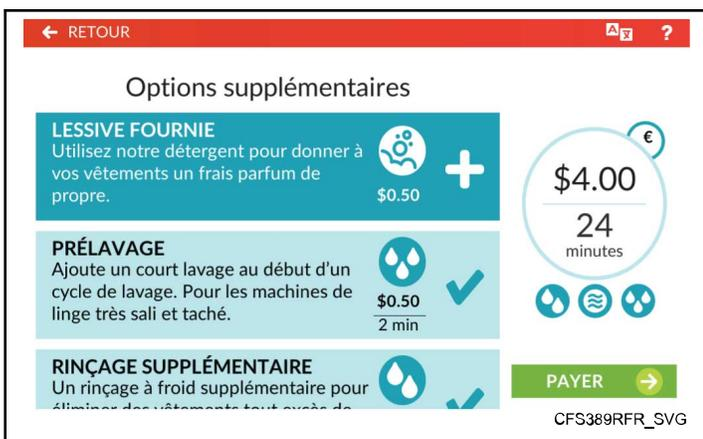

Figure 23
3. Si elles sont programmées, sélectionner les options souhaitées dans le menu des options additionnelles. Le prix de vente et la durée de cycle sont modifiés en conséquence. Lorsque vous avez terminé d'ajouter des options, touchez PAYER (voir *Figure 23*). Les options additionnelles ne sont pas disponibles sur Rincer la machine.